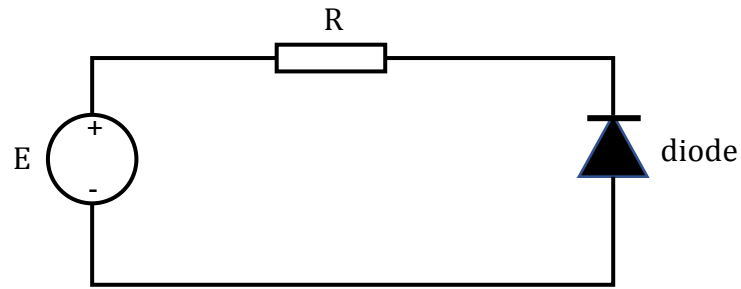

Figure.3. Polarisation inverse (bloqué) de la diode.
Lorsque l'anode est reliée au côté moins (-) de l'alimentation, et la cathode au côté plus (+), on dit que la diode est polarisée en inverse (figure. 3).
Dans le cas de la figure .3, la diode est polarisée en sens bloqué et $I_d = I_i$; $V_d = V_i$ de ce fait l'équation (1) devient :